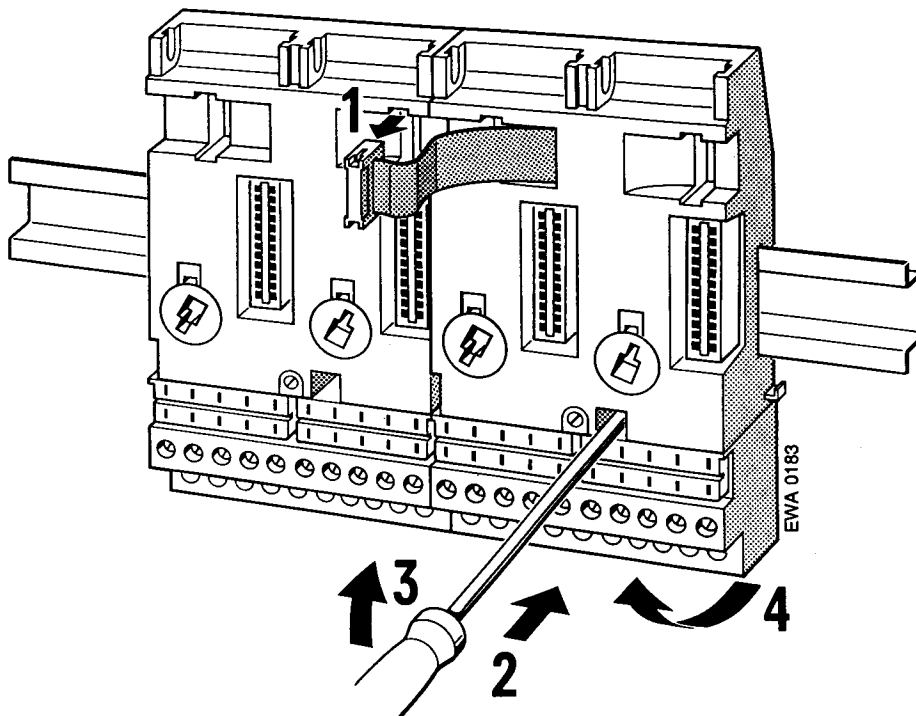

Bild 3.2 Demontage der Busmodule
- ▶ stecken Sie ihn in die Buchse an der rechten Seite der CPU oder in die Buchse des linken Nachbar-Busmoduls (--> Bild 3.2).